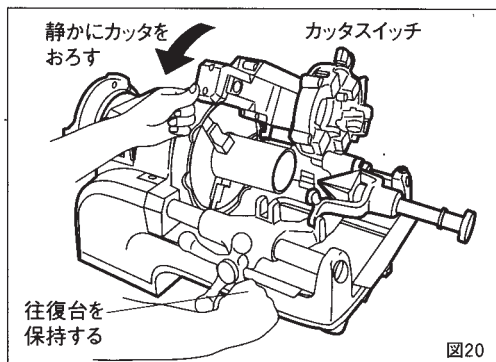

図20
- ③ パイプが回転をはじめたらカッタのスイッチをONにして、カッタを少しずつパイプにのせてください。切れ目が入り安定するまで往復台は保持しておきます。(図20)